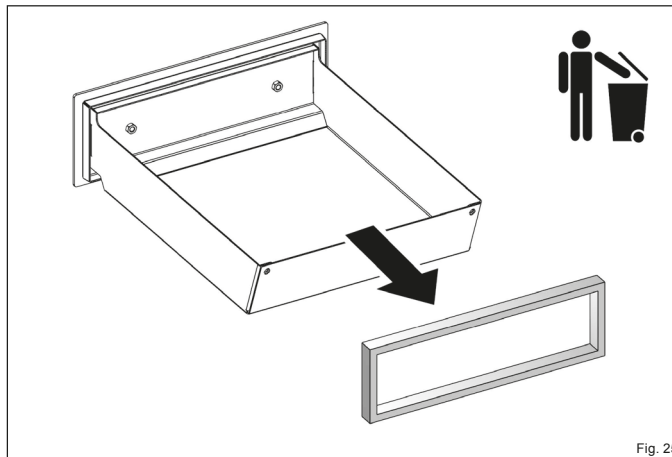

Fig. 25
- ▶ Retirez l'ancien joint du guide et jetez-le à la poubelle (Fig. 25).